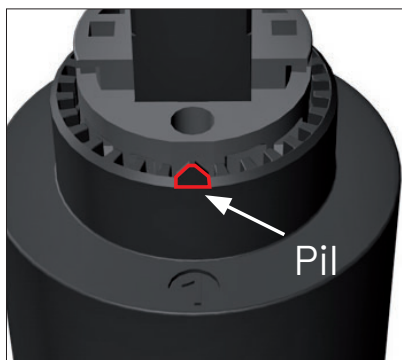

Bild 1. På ovansidan av insatsen sitter pilen som skall peka på önskat läge på varmvattenringen.
6. Roter ringen motsols så att markering för önskad inställning är direkt ovanför pilen på insatsen (Bild 1). Du kan behöva vrida spaken (Bild 3) så att ringen går att trycka fast i önskat läge.